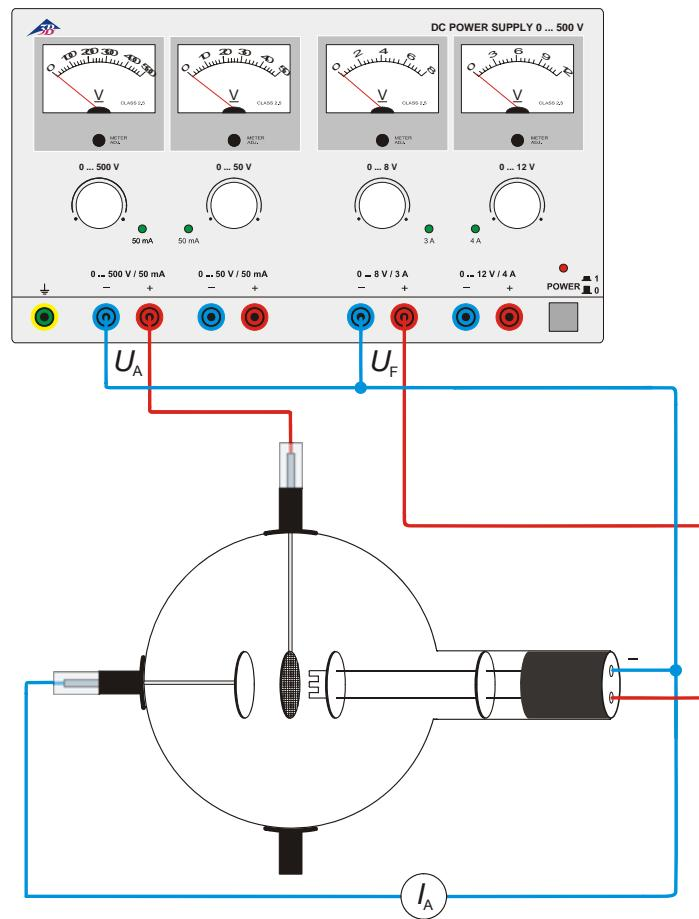

Fig. 3 Erzeugung von Kathodenstrahlen
- Schaltung gemäß Fig. 3 vornehmen, so dass Gitter und Kathode eine Diode repräsentieren. Dabei den Minuspol der Anodenspannung  $U_A$  an die mit Minus gekennzeichnete 4-mm-Buchse am Röhrenhals anschließen.